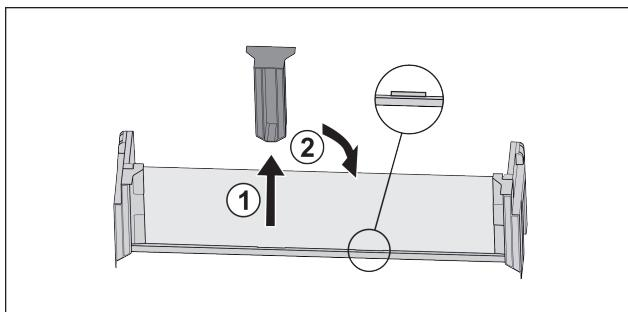

Fig. 17
- ▶ Снимите среднюю поддерживающую деталь *Fig. 17 (1)*.
- ▶ Вставьте среднюю поддерживающую деталь во вторую позицию *Fig. 17 (2)*.